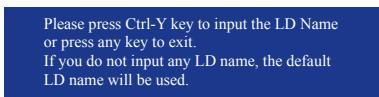

図 6
5. <Ctrl>+<Y> キーを押して情報を保存します。図 6 のメッセージが表示されます。<Ctrl+Y>を押して矢印名を入力します。矢印名を入力しない場合、既定値の矢印名が使用されます。